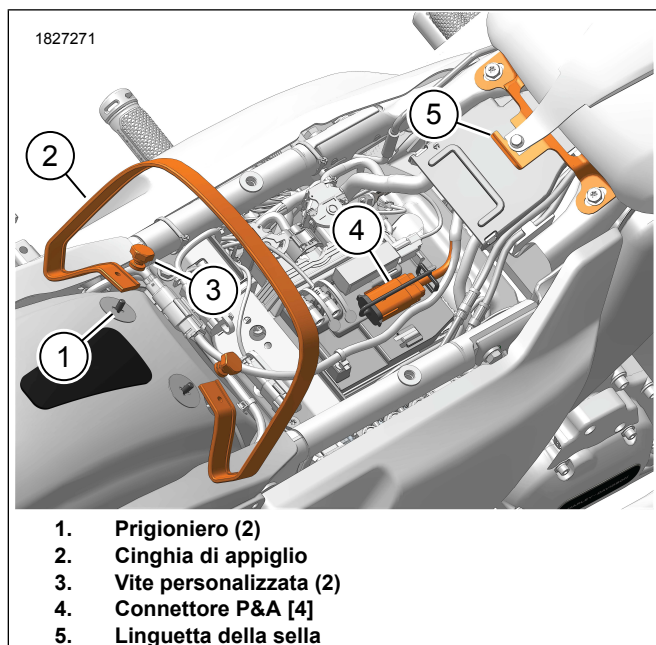

Figura 2. Posizioni dei componenti
1. Vedere la figura 2. Installare la **nuova** cinghia di appiglio.
- a. Installare la cinghia di appiglio (2) sui prigionieri (1).
- b. Installare viti personalizzate (3).
3. Vedere la figura 2. Collegare il connettore del cablaggio della sella (5) al connettore dell'accessorio P&A (4).
5. Vedere la figura 2. Inserire la parte posteriore della sella attraverso la cinghia di sostegno (2) finché la fessura di montaggio del sedile (6, Figura 7) sul lato inferiore anteriore della sella è dietro la linguetta della sella (5).
6. Vedere la figura 2. Far scorrere la sella in avanti finché la linguetta della sella non si innesta completamente nella fessura di montaggio della sella (5).